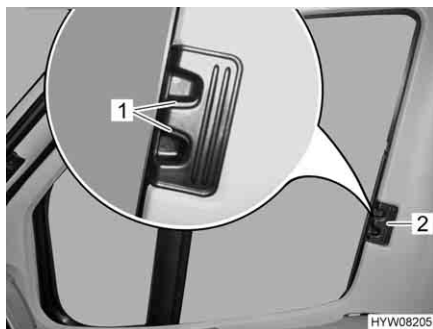
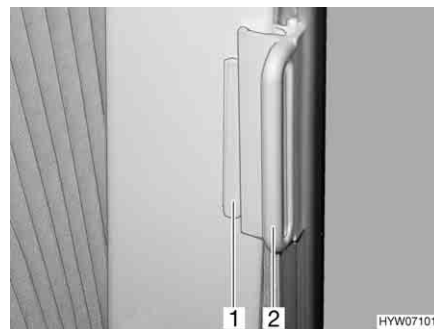

Fig. 17 Bloccaggio delle tendine oscuranti pieghevoli per il finestrino del conducente/passeggero
Fig. 18 Bloccaggio delle tendine oscuranti pieghevoli per il finestrino del conducente/passeggero (alternativa)
- Inserire la tendina oscurante pieghevole per la maniglia (Fig. 17,2 o Fig. 18,2) fino all'arresto.
- Far innestare il bloccaggio (Fig. 17,1) oppure spingere l'impugnatura (Fig. 18,2) fino al sopralzo (Fig. 18,1).